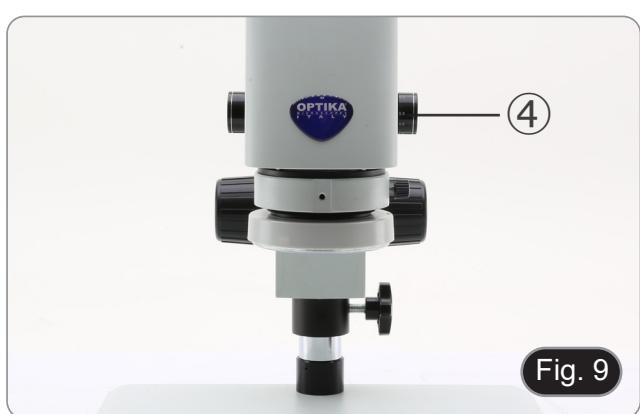

Fig. 9
1. Drehen den Zoom-Einstellring ④ auf die minimale Vergrößerung. (Fig. 9)
3. Drehen den Zoom-Einstellring ④ auf die maximale Vergrößerung.
1. Drehen den Zoom-Einstellring ④, um die Vergrößerung auf den gewünschten Wert einzustellen. (Fig. 9)